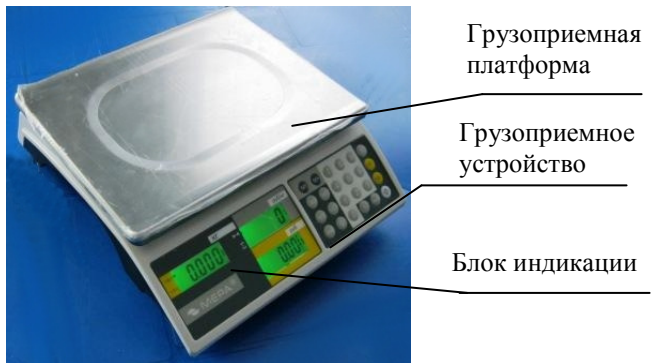

Рисунок 1. Внешний вид
3.1. Весы состоят из следующих составных частей (рисунок 1):